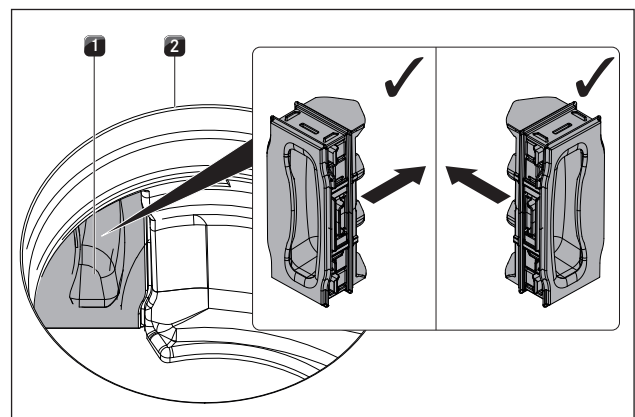

bild 8.10 Sätta i filterbytesklaffen
- ▶ Inne i inströmningsöppningen trycker du filterbytesklaffen in i filterkåpans öppning tills det är stopp (Montera filterbytesklaff se bild 8.10).